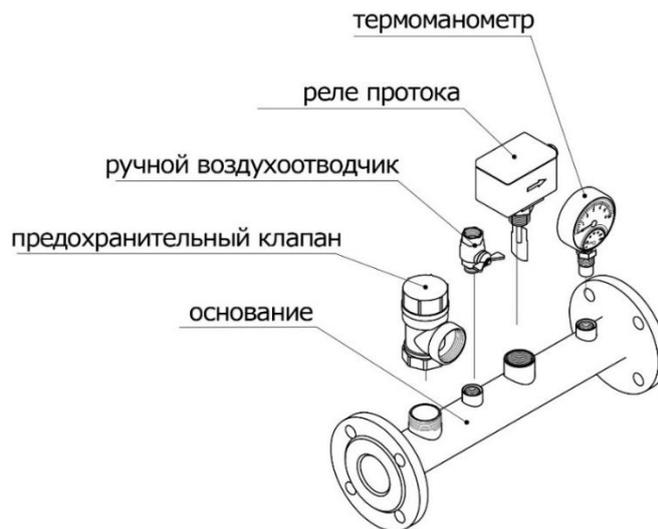

Рис. 4
6.5. Реле протока монтируется на основании группы безопасности (см. рис. 4) так, чтобы направление потока совпадало с направлением стрелки на корпусе. Перед монтажом на рычаг реле протока необходимо установить подходящий по размеру лепесток из комплекта поставки. Лепесток реле протока при перемещении не должен касаться стенок трубы и при этом быть максимально возможным по размеру (допускается корректировать размер лепестка, отрезая ножницами лишние участки лепестка). Нормально разомкнутые зажимы переключателя реле протока необходимо к соответствующему кабелю электродота (кабель реле протока при транспортировке электродота закреплён хомутом на выходном патрубке).
6.8. Ручной воздухоотводчик (см. рис. 4) предназначен для выпуска воздуха при заполнении системы отопления и подачи воздуха в систему отопления при сливе теплоносителя.